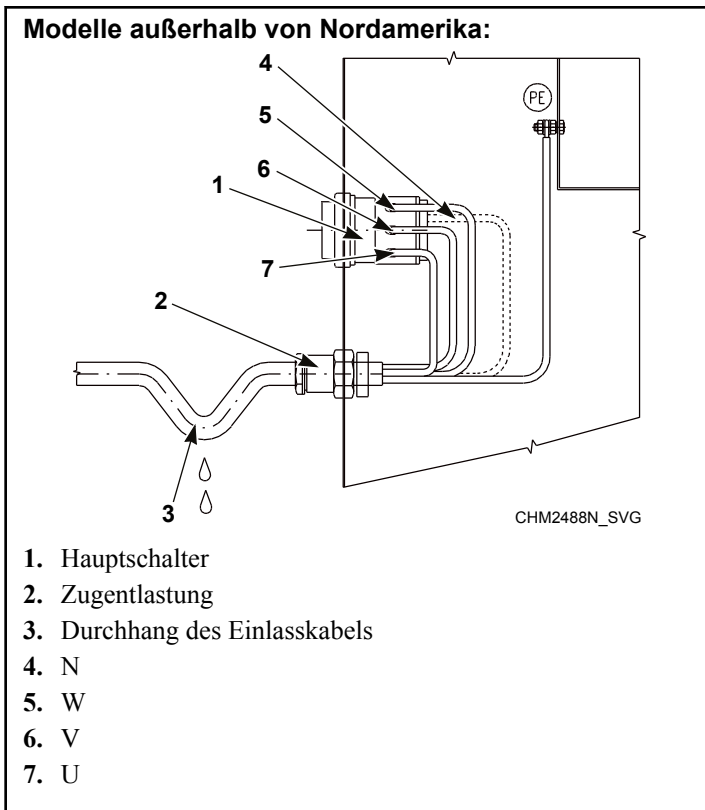
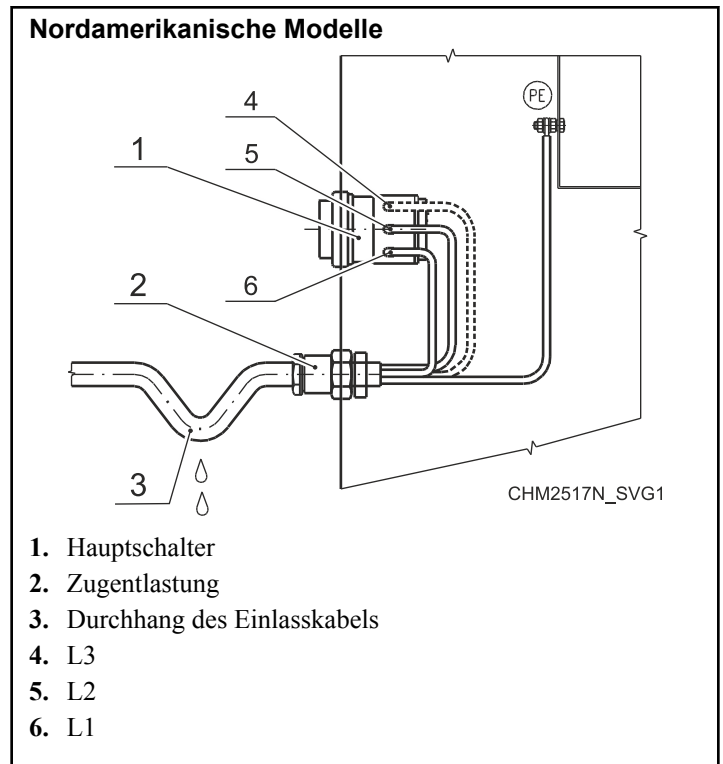

Abbildung 26
Abbildung 27
5. Schließen Sie die Leiter des Versorgungskabels an den Eingangsanschlüssen (Hauptschalter [1]), die mit L1/U, (L2/V), (L3/W), (N) markiert sind, und am mit PE markierten Anschluss an. Siehe *Abbildung 26* oder *Abbildung 27*.
6. Sorgen Sie für einen Durchhang im Kabel, vor der Zugentlastung. Dadurch wird verhindert, dass Kondenswasser in die Maschine tropft. Siehe *Abbildung 26* oder *Abbildung 27*.